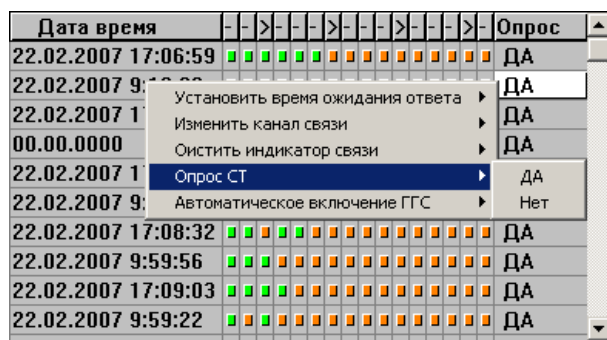

Рис. 19
7.8. Доступ к основным параметрам связи можно получить через оперативное меню, которое вызывается в окне Состояние связи нажатием правой кнопки мыши напротив наименования СТ (см. **рис. 19**).